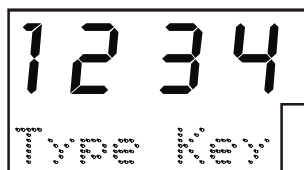

Figura 12: Sinalização do relé para entrada da senha de acesso de programação dos parâmetros.
a) para liberar a programação local pressione a tecla **P** até o display sinalizar como mostrado na figura 12.